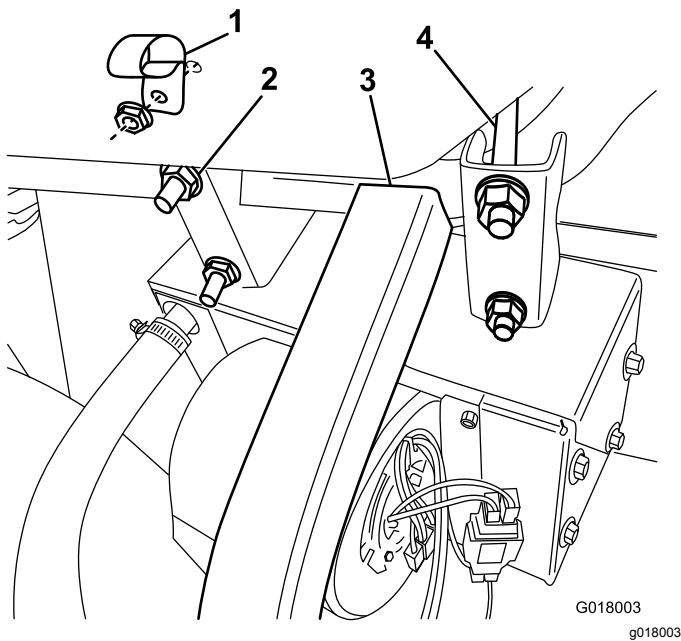

Bild 22
- Befestigen Sie die Heizung und Halterung mit den mitgelieferten U-Bügeln und Bundmuttern bündig am vorderen Rahmenrohr (Bild 22).
4. Befestigen Sie die R-Klemme mit einer Bundkopfschraube und einer Mutter am Handschuhfach (Bild 22).